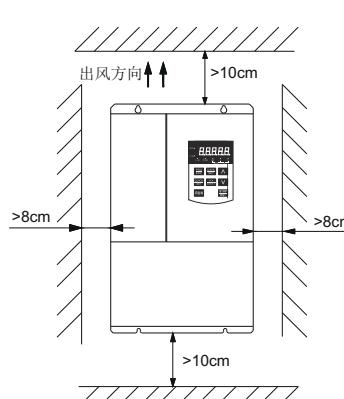

图3-1 变频器安装间隔距离
变频器一般采用垂直安装，以利于空气流通散热。变频器周围应按照图3-1所示留出足够的安装间隙距离。
- 1) 安装空间要求如图3-1所示，需保证变频器有足够的散热空间。预留空间时请考虑柜内其它器件的散热情况。